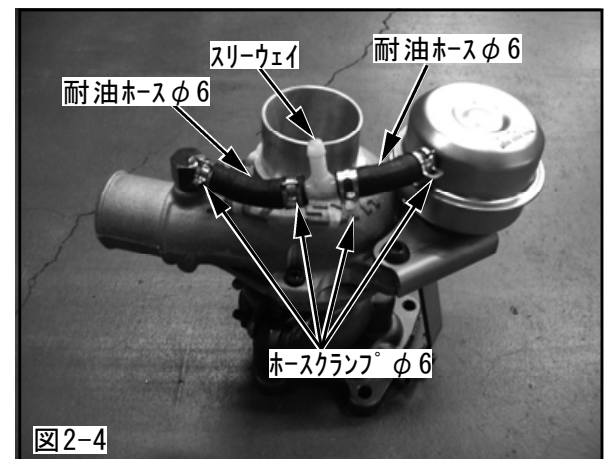

図2-4
- (4) 耐油ホースφ6を適当な長さに切取り、ホースクランプφ6, スリーウエイをターボチャージャAssyに取付けてください。(図2-4)